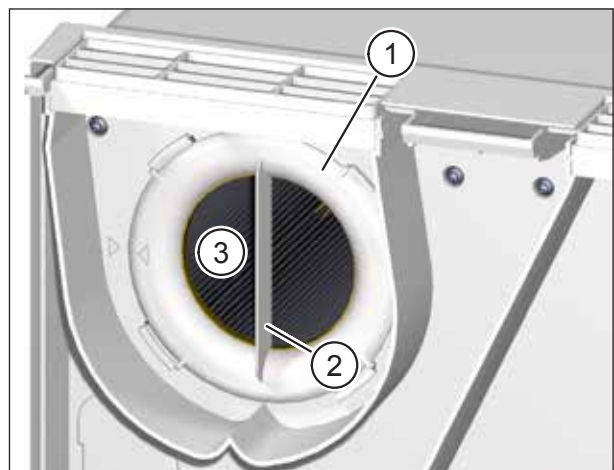

Abb. 13: Abluftfilter entfernen
- ▶ Drehen Sie den Filterring (Pos. 1 in Abb. 13) an der Griffleiste (Pos. 2 in Abb. 13) gegen den Uhrzeigersinn, bis sich der Filterring aus den Halterungen gelöst hat.
- ▶ Ziehen Sie den Filterring zusammen mit dem Abluftfilter (Pos. 3 in Abb. 13) aus dem Lüftungsgerät heraus.
- ▶ Kontrollieren Sie die Position des Filterrings. Die Griffleiste muss senkrecht stehen und der Pfeil auf dem Filterring muss mit dem Pfeil der Arretierposition fluchten (siehe Abb. 13 auf Seite 27).